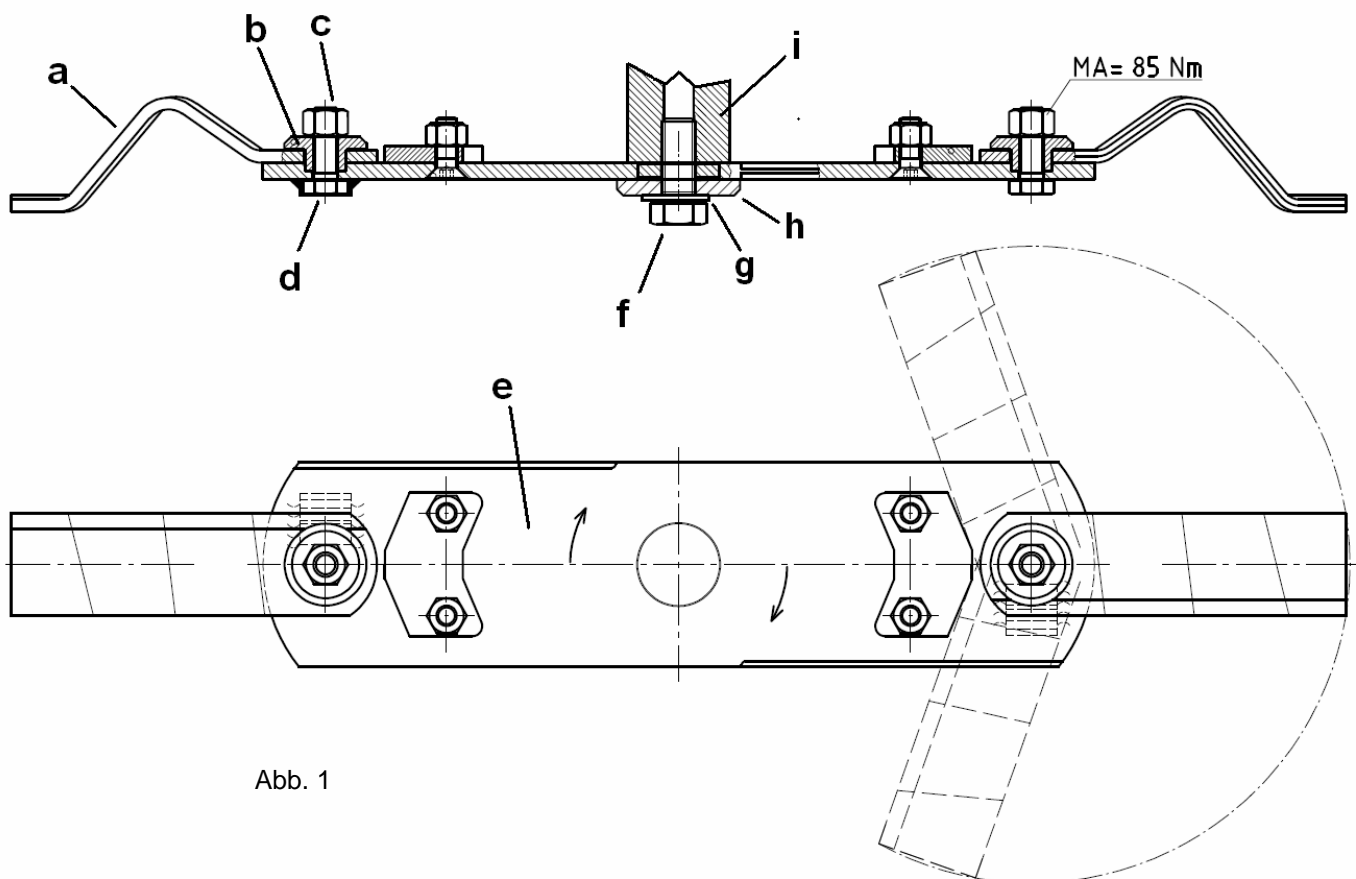

Abb. 1
- Ein verbogener oder stark beschädigter Messerträger(Abb.1/e) muss erneuert werden. Schweißreparaturen am Messerträger sind ausdrücklich verboten!
- Befestigungsschraube(Abb.1/f) des Messerträgers regelmäßig überprüfen!
1. Befestigungsschraube(Abb.1/f) lösen und Messerträger austauschen.
2. Scheibe(Abb.1/h) so auflegen das deren Fase vom Messerträger abgewandt ist.
3. Folgend Sperrkantscheibe auflegen und Schraube(Abb.1/f) mit $M_a = 180 \text{ Nm}$ anziehen.
- Messerwelle(Abb.1/i) und deren Lagerung ist regelmäßig auf ihre Funktionssicherheit zu überprüfen. Beschädigte Messerwelle und/ oder Lagerung umgehend austauschen.
1. Entfernen der Befestigungsschraube des Messerträgers (Abb. 1/f).